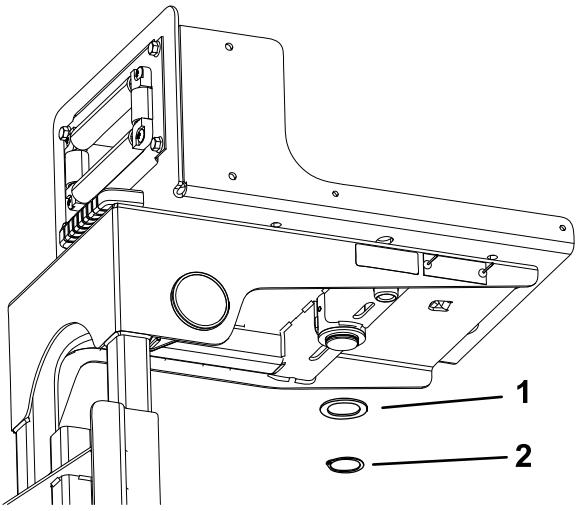

图 20
2. 在软管卷支撑架的下面将止推垫圈和卡环装在转盘上 图 20。